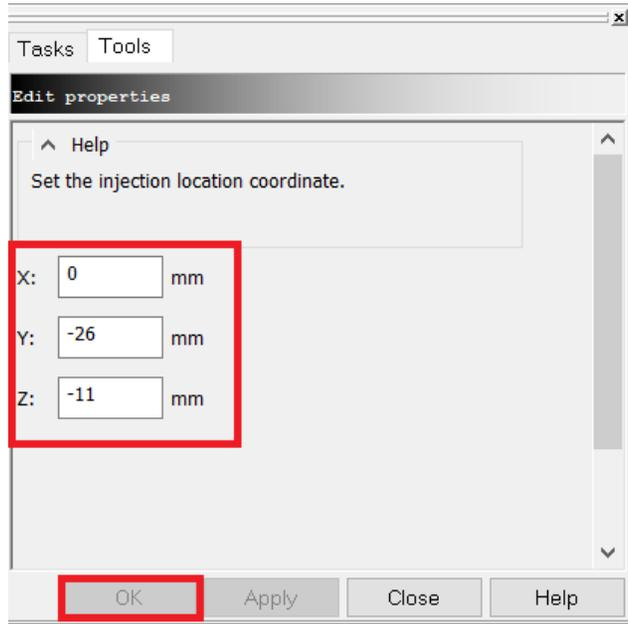

Figura 6.19 Coordenadas del punto de inyección.
- Dar doble click en el cono que se colocó para modificar con mayor precisión su posición. Usar los valores de: (Figura 6.19)